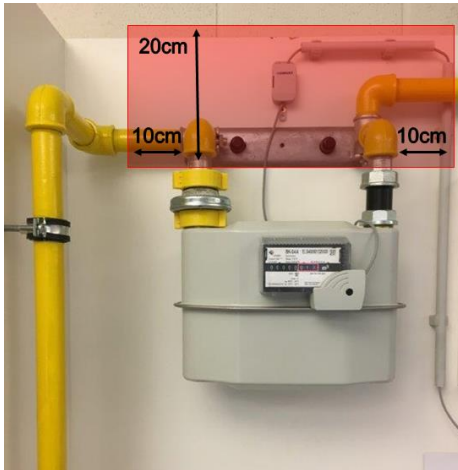

Fig.3 : plage pour l'emplacement du boîtier de connexion, côté compteur de gaz
- côté compteur de gaz : le boîtier de connexion est à installer au-dessus du compteur dans la plage aux dimensions illustrée sur la Fig. 3 ci-après.